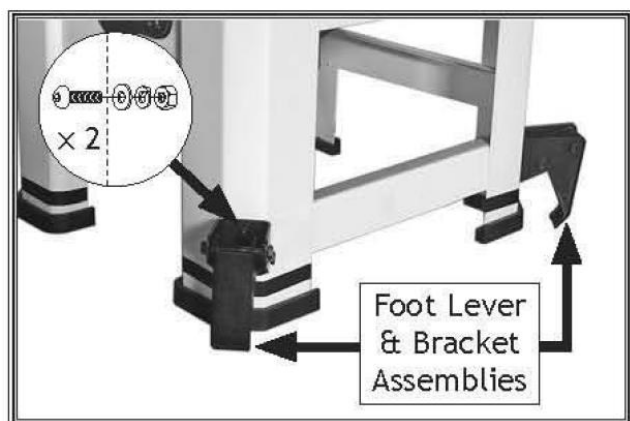

Рисунок 12. Установленные рычажные узлы.
1. Установите рычаг стоп и кронштейны (см. рис. 12) право на передние и задние ножки подставки, с предварительно установленной (2) М8-1,25 x 16 кнопка головкой Винты (2), 8 мм плоской шайбы (2), 8 мм замок был здесь, и (2) М8-1.25 шестигранные гайки.